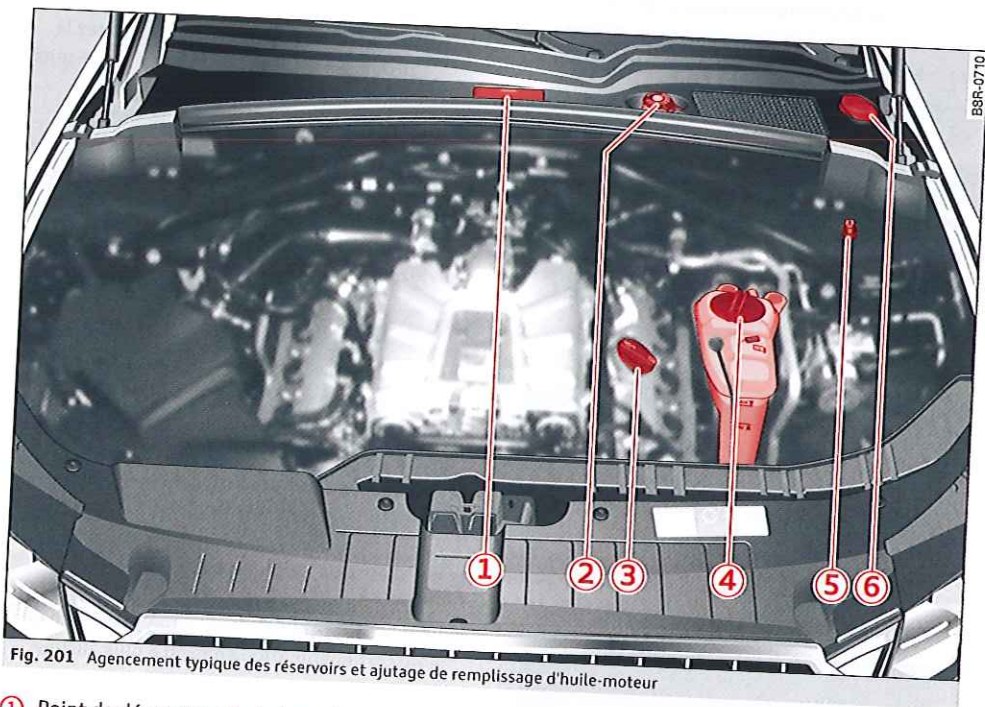

Fig. 201 Agencement typique des réservoirs et ajutage de remplissage d'huile-moteur
La position de l'ajutage de remplissage d'huile-moteur → fig. 201 (position ③) peut varier suivant la version du moteur.
- ▶ Dévissez le bouchon  de remplissage d'huile-moteur ⇒ *fig. 203*, ⇒ *page 198*, *fig. 201*.
- Contrôlez le niveau de liquide de refroidissement sur le vase d'expansion ⇒ page 198, fig. 201. Il doit se situer entre les repères MIN et MAX lorsque le moteur est froid. Lorsque le moteur est chaud, il peut se situer légèrement au-dessus du repère MAX.